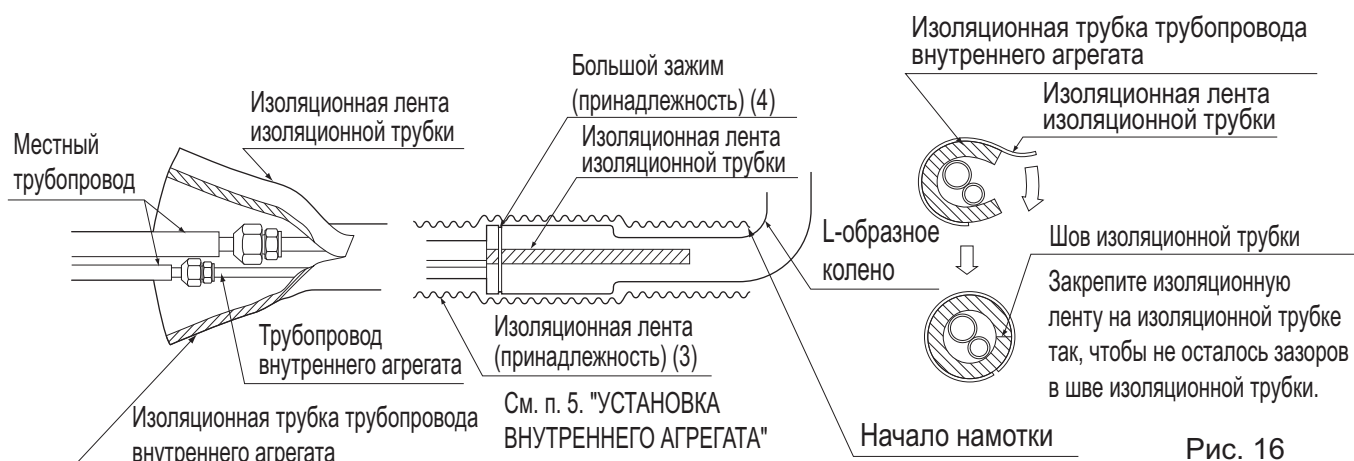

Рис. 16
- После завершения проверки соединения трубопровода на предмет утечки выполните теплоизоляцию с помощью дополнительной изоляционной трубки и изоляционной ленты (3). Изоляционную ленту (3) следует намотать от L-образного колена по всему участку до его окончания внутри блока. (См. рис. 16)